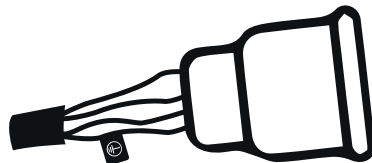

Рисунок 3 : Подсоединение Электрической Вилки
- В связи с тем, что на заводах, стройплощадках и в цехах могут быть установлены различные виды розеток для подсоединения к сетевому электроснабжению, сетевой кабель поставляется без вилки. Установка вилки на сетевой кабель должна выполняться квалифицированным электриком в зависимости от имеющейся розетки сетевого электроснабжения (Рисунок 3). Убедитесь, что имеется кабель заземления желтого/зелёного цвета ⚡.